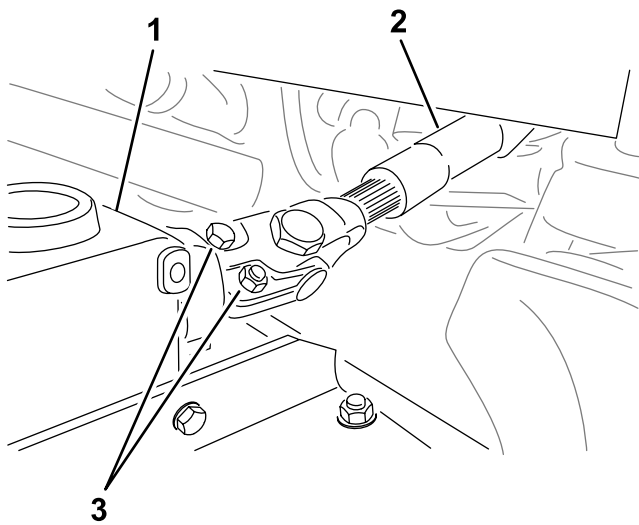

Figura 4
3. Glisai furca arborelui prizei de putere pe arborele cutiei de viteze și fixai arborii împreună cu 2 uruburi și piulie în direcii opuse (Figura 4).
4. Strângeți uruburile și piulițele (Figura 4); consultați *Manualul operatorului* pentru specificații privind cuplul de strângere.